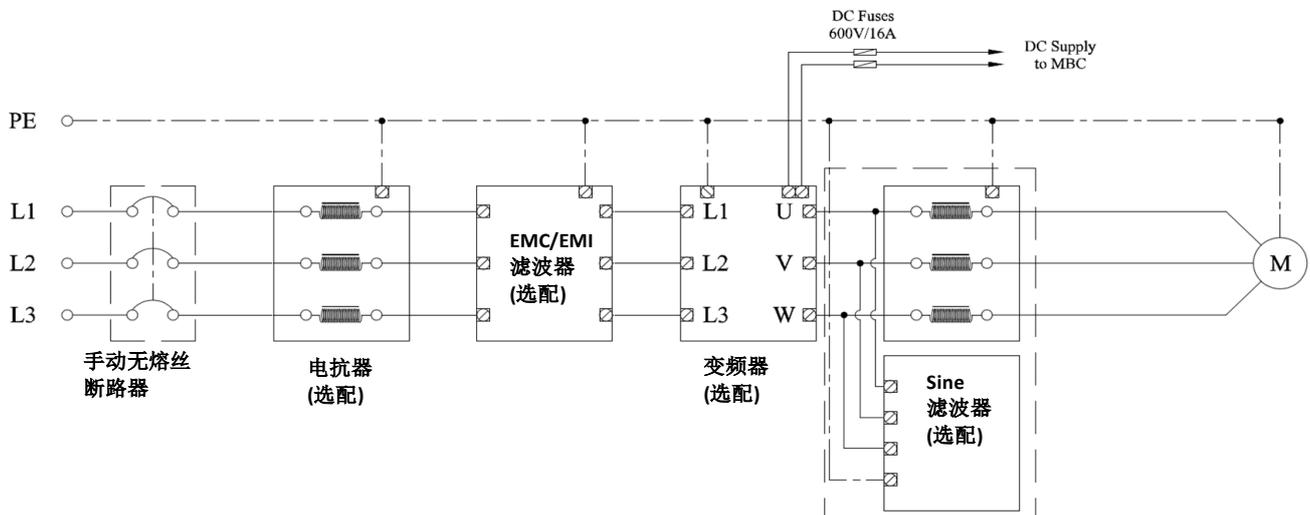

图 4.6 典型变频器连接示意图
(3)主电路中安装之电抗器，如图 4.6，然而电抗器工作时温度较高，所以周遭需保持良好通风，建议装置强制风扇来避免过热。